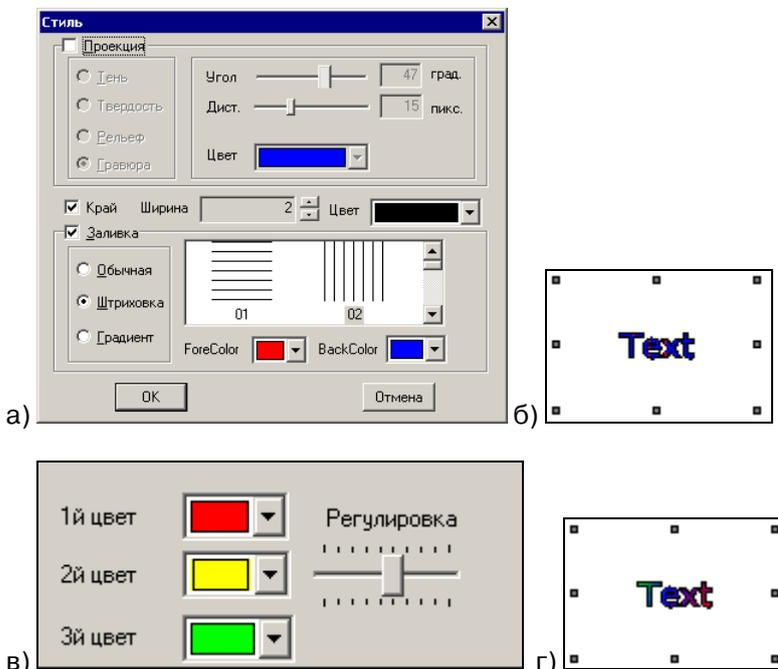

Рисунок 44
- «Штриховка» – в этом случае текст отображается «зарешетчатой»; направление (вертикальное или горизонтальное) решетки, ее цвет и цвет надписи задаются в полях справа от переключателя (см. рис. 44, а, б).
- «Градиент» – в этом случае надпись отображается раскрашенной с постепенным изменением цвета от первого до третьего из заданных. Выбор цветов производится в полях «1-й цвет», «2-й цвет», «3-й цвет» справа от переключателя (см. рис. 44, в, г). Переключатель-движок «Регулировка» позволяет смещать границы переходов цветов влево – вправо.